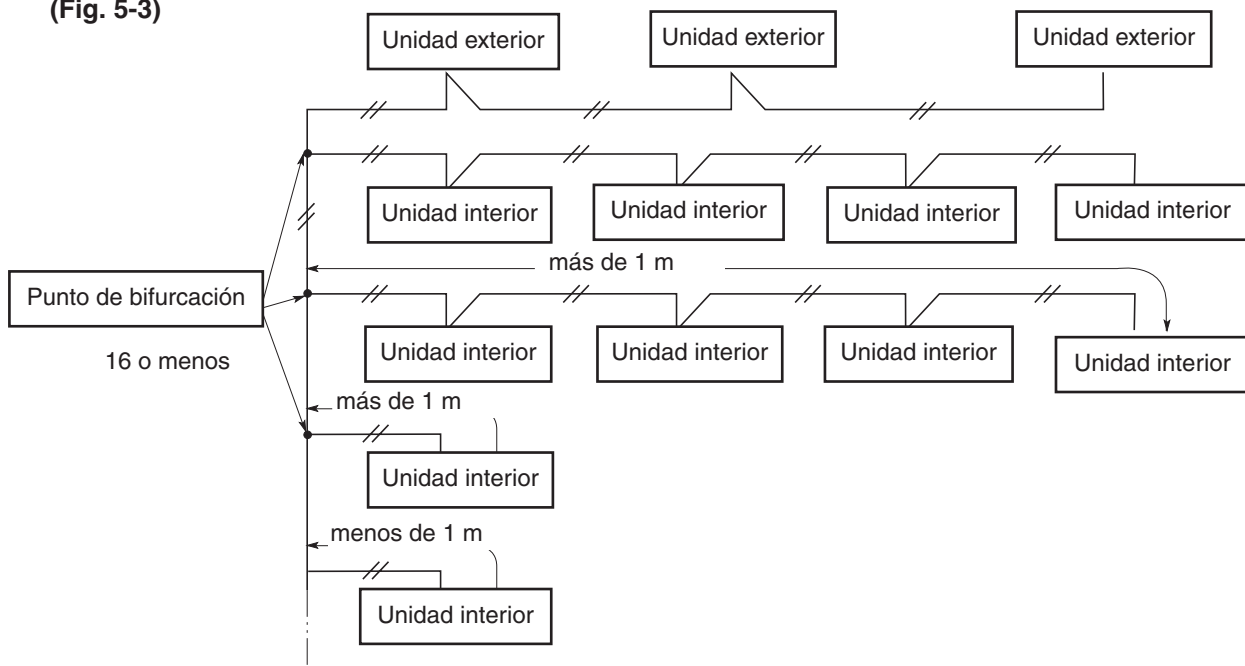

Fig. 5-3
(4) Si se deriva la conexión de control entre unidades, el número de puntos de bifurcación deberá ser de 16 o menos. (las bifurcaciones de menos de 1 m no se incluyen en el número total de bifurcaciones.) (Fig. 5-3)